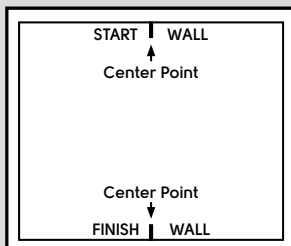

Fig. 1
1. Diseño del patrón: haga mediciones y calcule el centro de la sala en la pared de inicio y la pared de finalización (fig. 1).